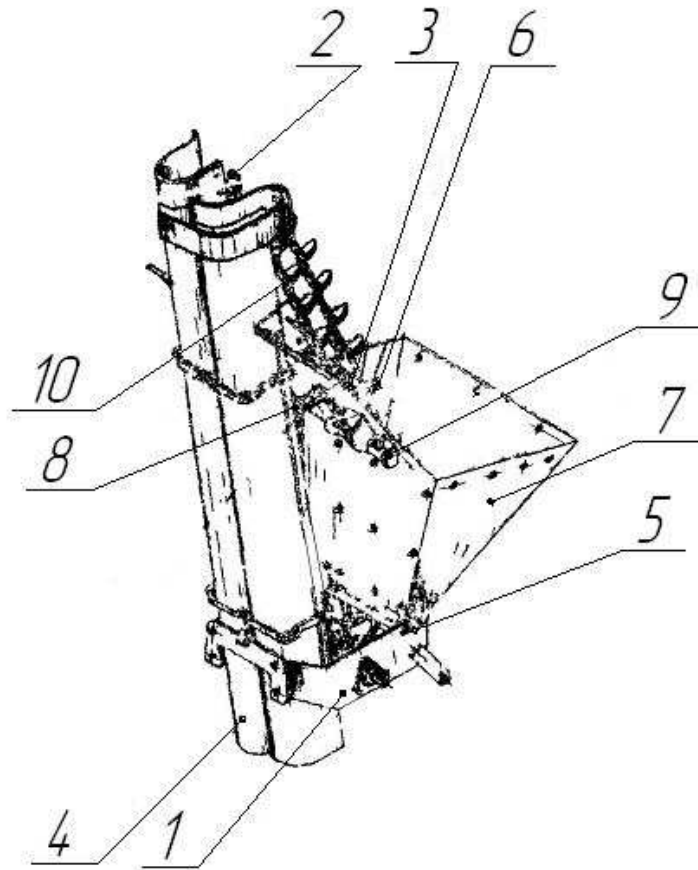

Рис. 8 Аппарат высаживающий МНС 02 000;
4.4. Высаживающие аппараты МНС 02.000 и МНС 03.000-01 (рис.8) состоят из блоков ведущих (поз.5) и ведомых (поз.2) звёздочек, питательных бункеров (поз.7), цепей с ложечками (поз.6), встряхивателей (поз.3), ограждений (поз.4). Смежные концы валов соединены между собой шарнирной передачей. На ведущем валу левого аппарата установлены блоки ведомых звёздочек привода. Высаживающие аппараты предназначены для подачи клубней в борозды. Аппараты отличаются друг от друга длиной вала на блоке ведущих звёздочек и направлением выхода удлиненного конца вала.